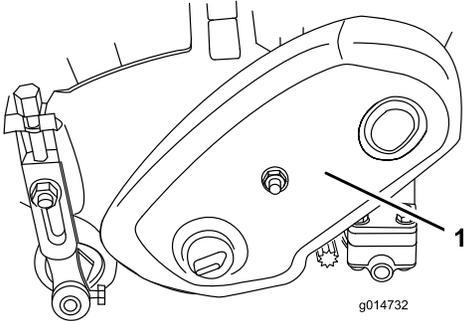

図 36
1. ベルト・カバー取り付けネジ (図 36) を外してベルトを露出させる。